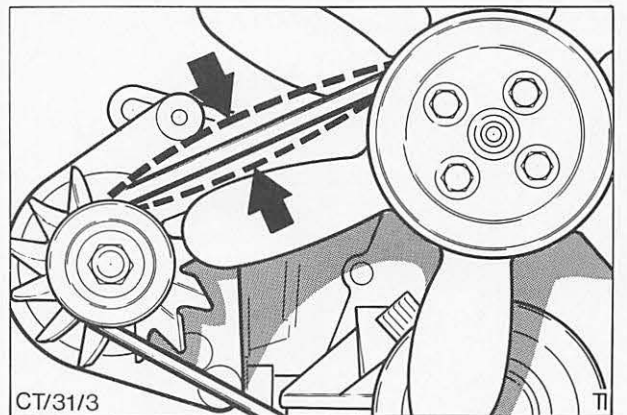

Abb. 40 Keilriemen Spannung prüfen
8. Keilriemen montieren und so weit spannen, bis das Gesamtspiel in der Mitte der längsten Riemen Spannweite 13 mm beträgt, Abb. 40. Andererseits kann die Riemen Spannung mit einem Meßwerkzeug wie in Abb. 6 gemessen werden. Dazu siehe „Technische Daten“ – Keilriemen Spannung. Befestigungsschrauben festziehen.